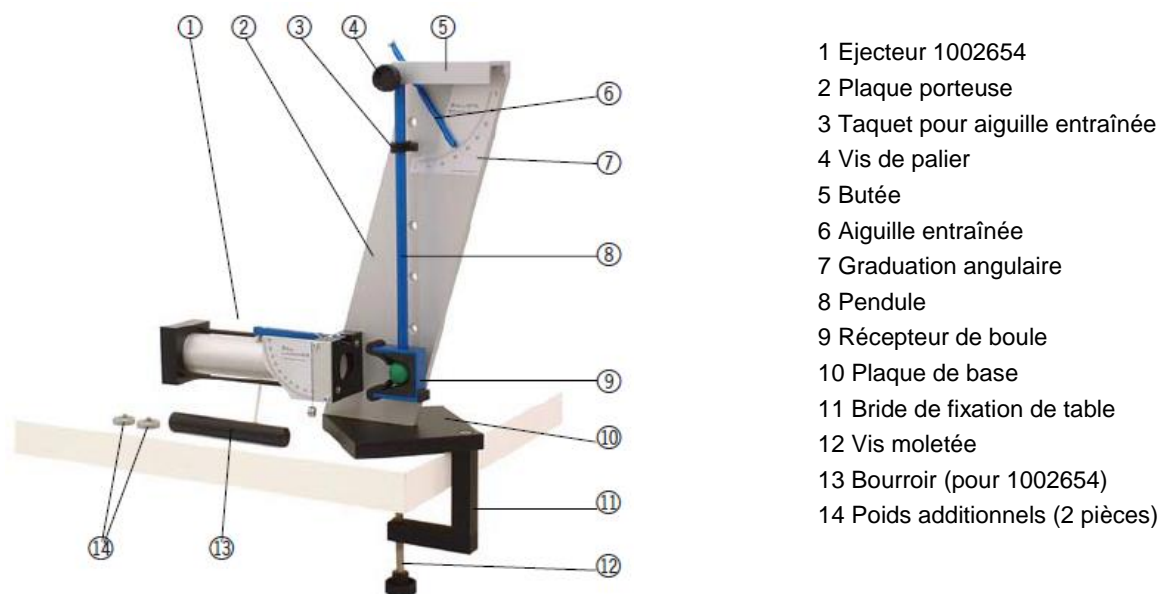

Fig.1: Composants
- Tout d'abord, visser le pendule balistique à une plaque de travail stable à l'aide de la bride de fixation. Puis, introduire l'éjecteur soit horizontalement devant le pendule (cf. Fig. 1), soit par derrière dans la plaque porteuse (2) (cf. Fig. 3).
- Le montage de l'expérience correspond à la figure 1 des expériences sur le jet élastique. Pour réaliser des expériences sur le jet élastique, tourner le pendule à 180° (cf. paragraphe 3 « Manipulation »).